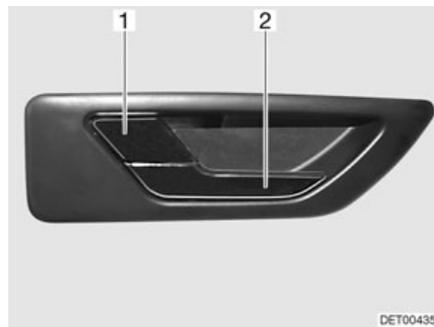

Fig. 41 Cerradura de la puerta del conductor, en el interior
- Tirar del tirador (Fig. 41,2). Se desbloqueó la cerradura de la puerta. La palanca de retención (Fig. 41,1) salta hacia fuera automáticamente.
- Presionar la palanca de retención (Fig. 41,1).